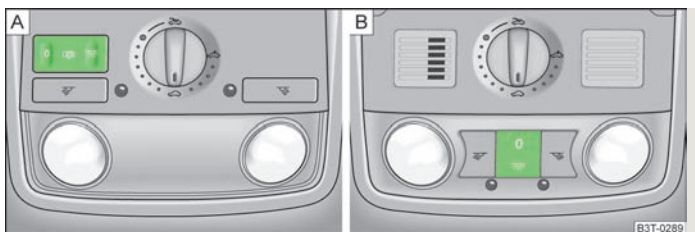

Fig. 39 Lampa interioară, față
- Apăsăți comutatorul în zona simbolului ☞ » fig. 39.
- Aduceți întrerupătorul în poziția mijlocie. La autovehiculele fără supravegherea interiorului, poziția din mijloc este marcată cu simbolul ☞ » fig. 39 - A.